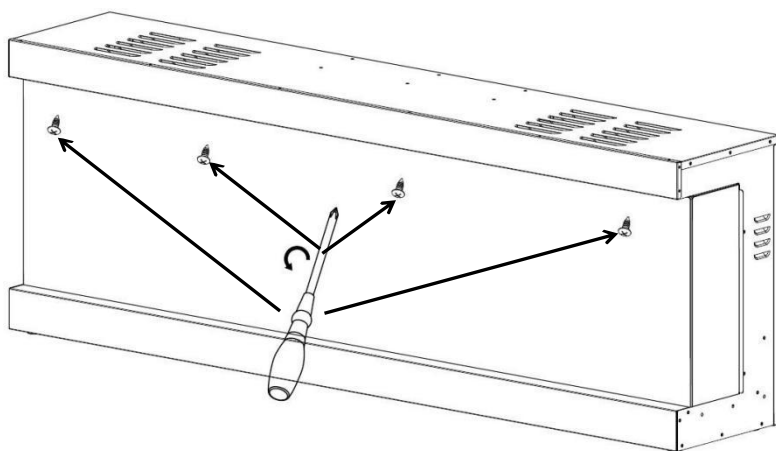

Fig.1-1
- Retire todos os parafusos da parte superior do painel de vidro. Fig. 1-1